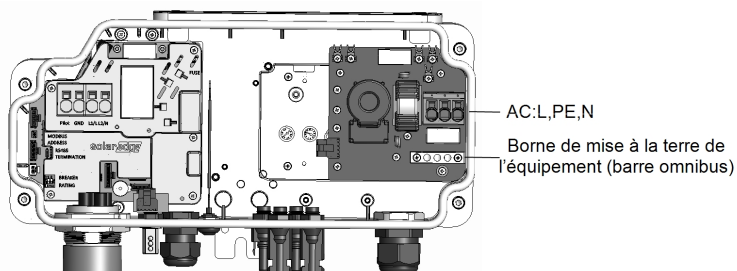

Figure 12: Intérieur de l'unité de connexion
4. Insérez le fil de mise à la terre dans la barre de bus de mise à la terre de l'équipement (voir Figure 12).